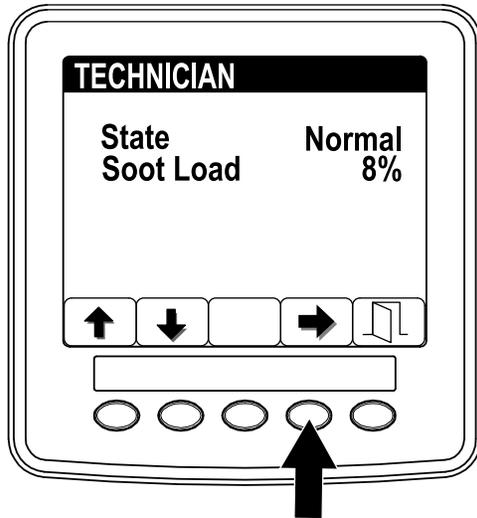

図 8
- DPF 稼働記録表で、現在の DPF の状態を確認する 図 8。